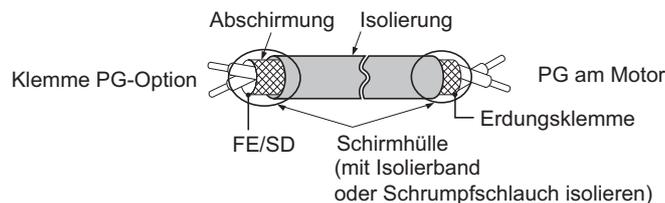
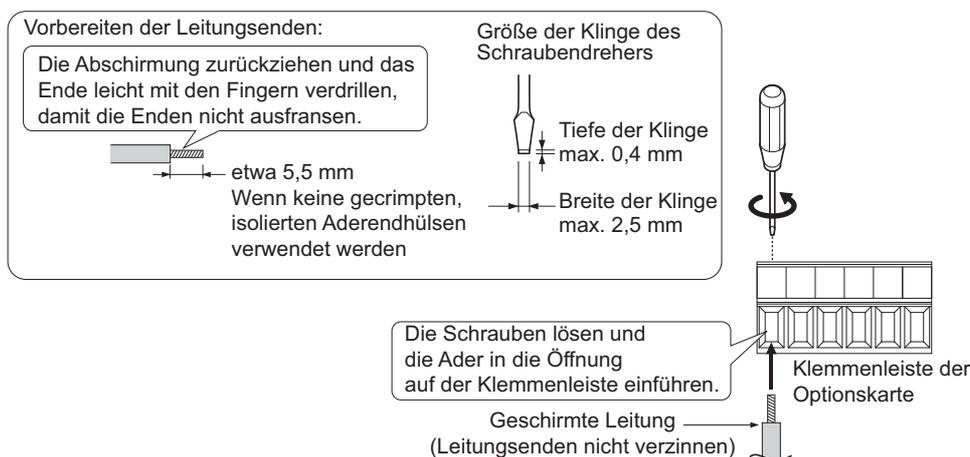

Abbildung 8.6 Vorbereiten der Enden einer geschirmten Leitung
Abbildung 8.7 Vorbereiten und Anschließen von Leitungen
- Am Frequenzumrichter befinden sich zwei Schraubenlöcher zur Verwendung als Erdungsklemmen (I). Beim Anschließen von drei Optionskarten müssen zwei Erdungsleiter an dieselbe Erdungsklemme am Frequenzumrichter angeschlossen werden.
- Die Leiterenden wie in Abbildung 8.6 und Abbildung 8.7 dargestellt vorbereiten und anschließen. **Siehe Leiterquerschnitte und Anzugsmomente auf Seite 426** zur Überprüfung, dass jede Klemme mit dem korrekten Anzugsmoment befestigt wurde. Besonders sorgfältig vorgehen, um sicherzustellen, dass jeder Leiter korrekt angeschlossen wird und die Leitungsisolierung nicht versehentlich in Anschlussklemmen eingeklemmt wird.